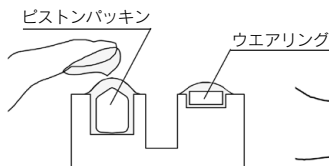
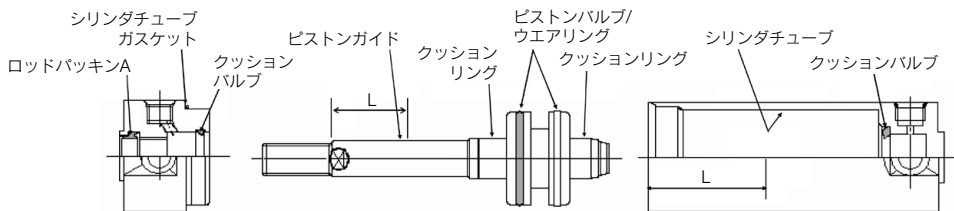

図7 ピストンパッキン
図9 グリース塗布位置
- ③9 ピストンパッキン : グリースを擦り込む要領でパッキン溝内部と外周に塗布してください。(図7参照)
- ③0 シリンダチューブガスケット : グリースを薄く塗布してください。
- シリンダ各部品 : 図9の各部品にグリースを塗布してください。